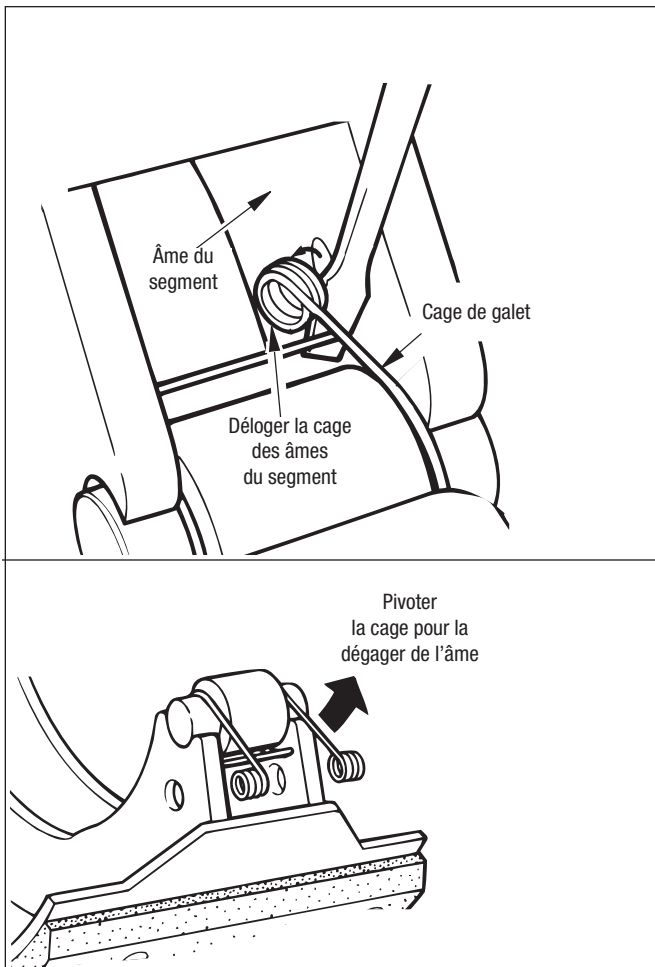

Figure 12 – Dépose de la cage du galet
2. Modèles Bendix ES-150-04D/ES-150-08D/ ES-165-05,-06,-07,-08,D, L SEULEMENT : Déloger les spires de la cage du galet, hors des trous de l'âme des segments, tel qu'illustré dans la Figure 12. Faire ensuite pivoter la cage pour la dégager de l'âme des segments.